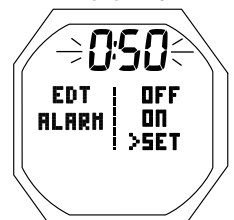

Fig. 36 - RÉGLAGE DE L'ALARME DE TEMPS DE PLONGÉE ÉCOULÉ
**RÉGLAGE DE L'ALARME DE TEMPS DE PLONGÉE ÉCOULÉ (EDT)** : paramètres affichés (Fig. 36)